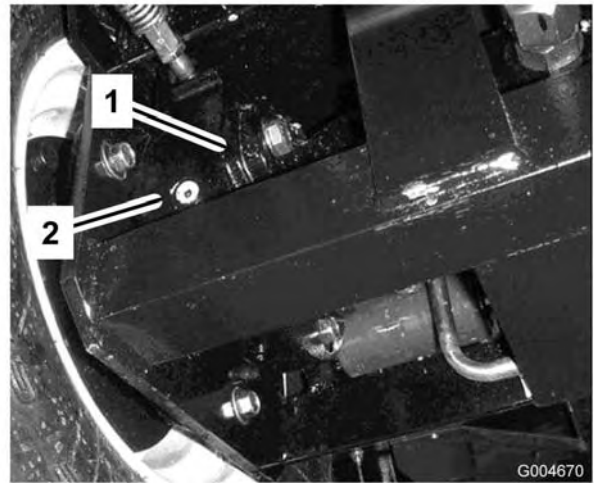

Figura 11
- Togliete il tappo dal planetario (Figura 10) e controllate il tappo sul lato posteriore del freno (Figura 11). L'olio deve raggiungere la base del foro di controllo sul lato posteriore del freno.